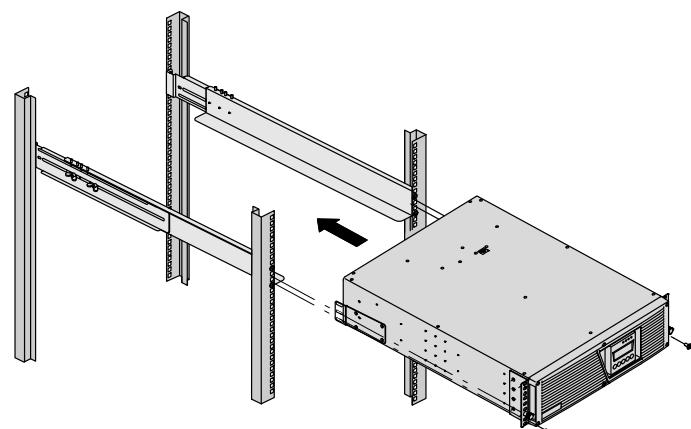

Рисунок 9. Установка шкафов
**13.** Прикрепите переднюю часть шкафа к стойке двумя винтами с круглой головкой M6 × 12 мм с каждой стороны (см. Рисунок 9).